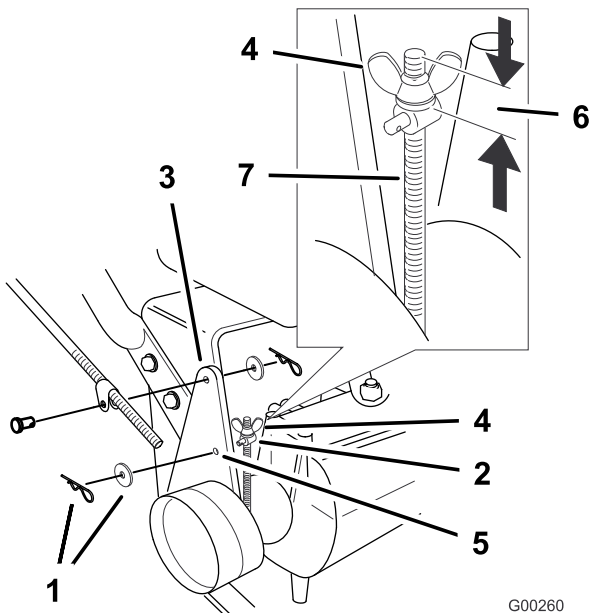

Figure 39
Remarque: Pour le réglage initial, ajustez l'écrou à oreilles jusqu'à ce qu'il soit à 32 mm (1-1/4") du haut de la tige (Figure 39).
5. Pour régler le frein, enlevez la goupille fendue et la rondelle du levier et du tourillon (Figure 39).
8. Placez le tourillon dans le trou **F** (Figure 39). Serrez l'écrou à oreilles.
9. Fixez le tourillon au levier de frein à l'aide de la rondelle et de la goupille fendue (Figure 39).